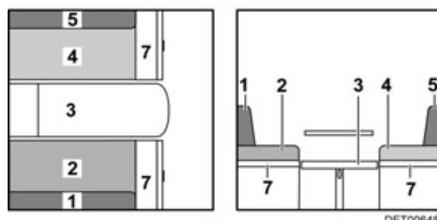

Fig. 114 Durante la transformación
- Plegar la prolongación del banco de asiento (Fig. 114,7) hacia arriba y colocar una cuña con la trampa.